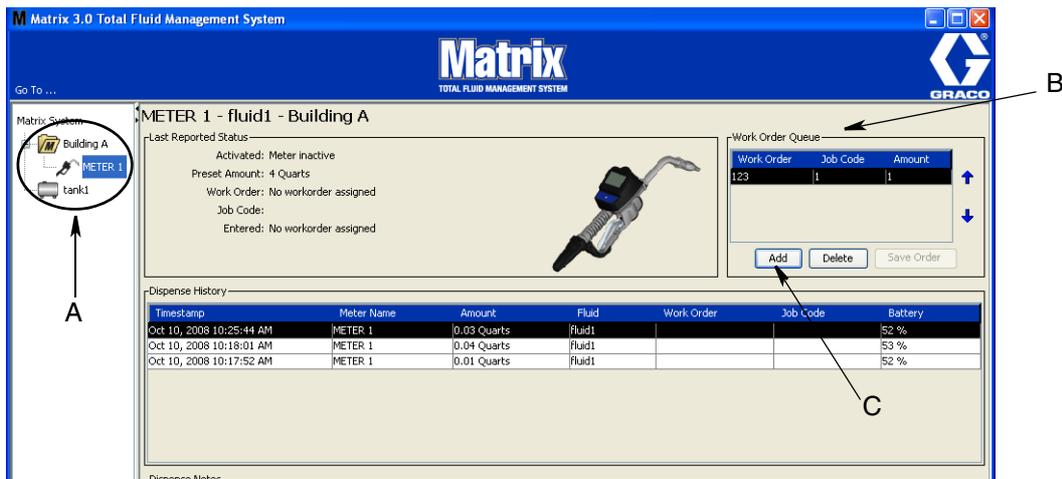

ABB. 117
1. Wählen Sie aus dem Bereich „Systemadministrator-definierte Gruppen“ der Matrix-Hauptansicht (A) den Zähler aus, an den Sie den Arbeitsauftrag senden (ABB. 117).
2. Klicken Sie im Bereich „Arbeitsauftragswarteschlange“ (B) des Fensters auf die Schaltfläche „Hinzufügen“ (C) (ABB. 117). Eine Liste der für diesen Zähler verfügbaren Arbeitsaufträge erscheint.